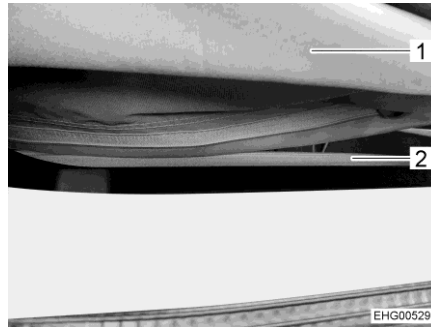

Fig. 38 Cremallera
- Abrir la cremallera (Fig. 38,2) en la parte inferior del fuelle (Fig. 38,1) completamente.